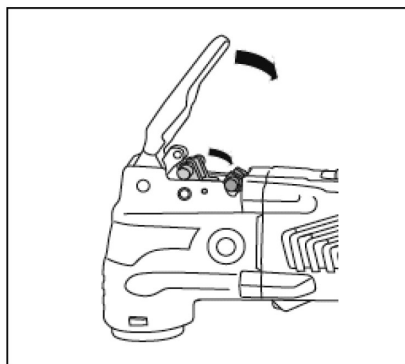

Рис. 7
4. Вверните болт крепления и закройте зажимной рычаг для фиксации насадки на шпинделе (рис. 7).